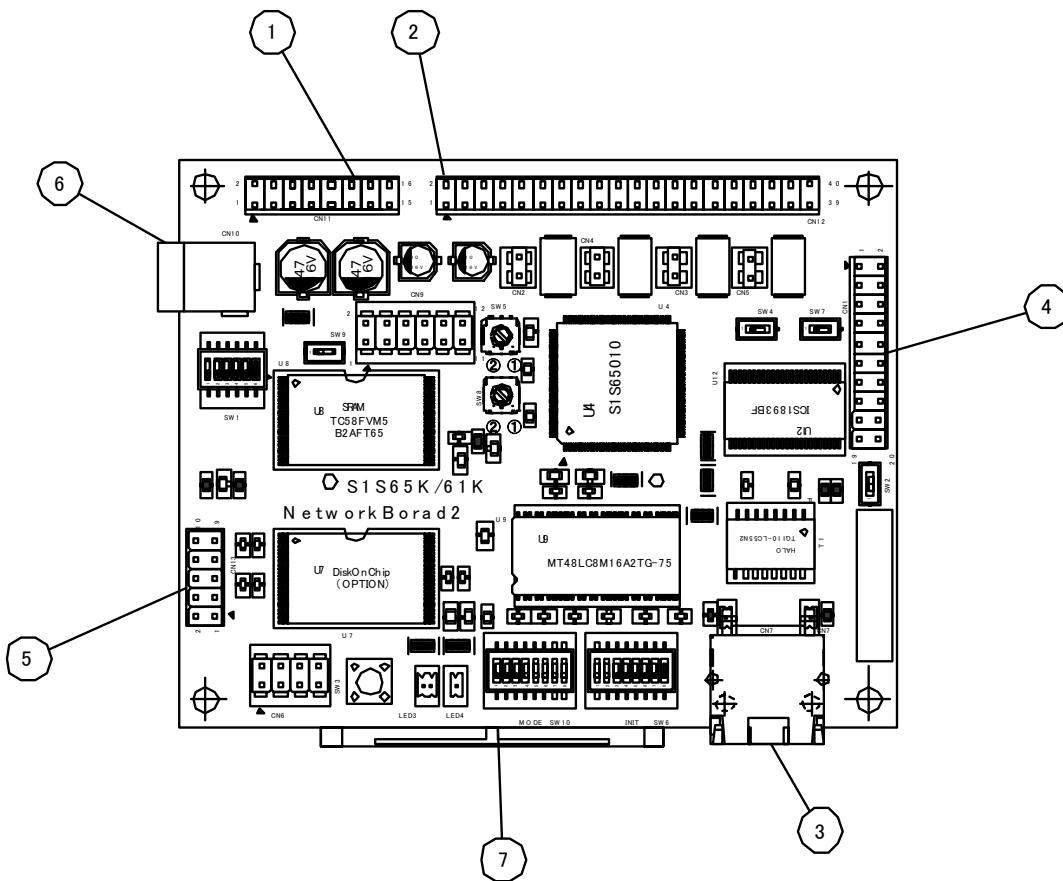

図 4-1 メインボード・インターフェースコネクタ配置図
メインボードが有する外部インターフェースの位置は図 4-1 のメインボード概略図を参照してください。それぞれのピン番号と信号名の対応は 4.1.1 から 4.1.6 に記します。
1) GPIOD, GPIOEまたはCFコントロール観測用 (CN11 : XG8W-1631) : 図 4-1 ①参照
2) カメラインタフェースおよび拡張コネクタ (CN12 : XG8W-4031) : 図 4-1 ②参照
: 図 4-1 ③参照
: 図 4-1 ④参照
: 図 4-1 ⑤参照
: 図 4-1 ⑥参照
: 図 4-1 ⑦参照